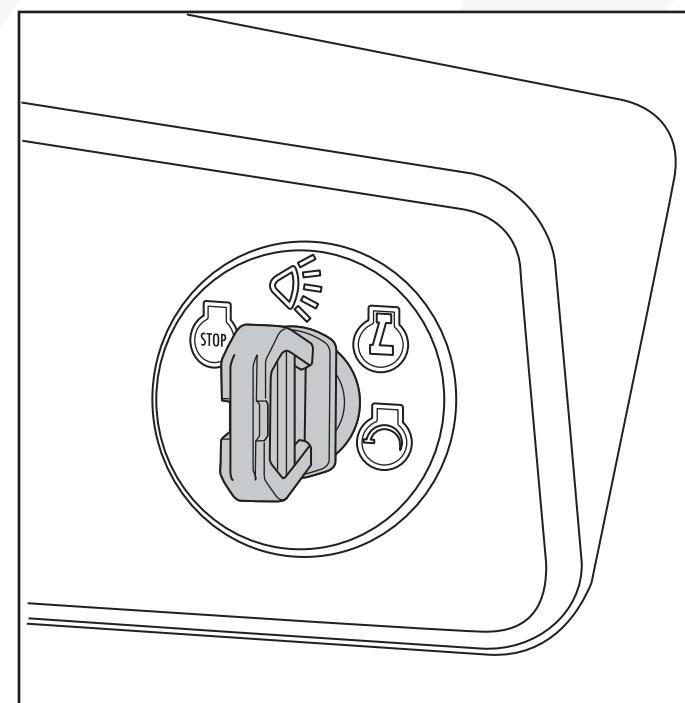

Fig. 17
- Para encender los faros, gire la llave de la posición RUN a la posición HEADLIGHT. (Fig. 17)